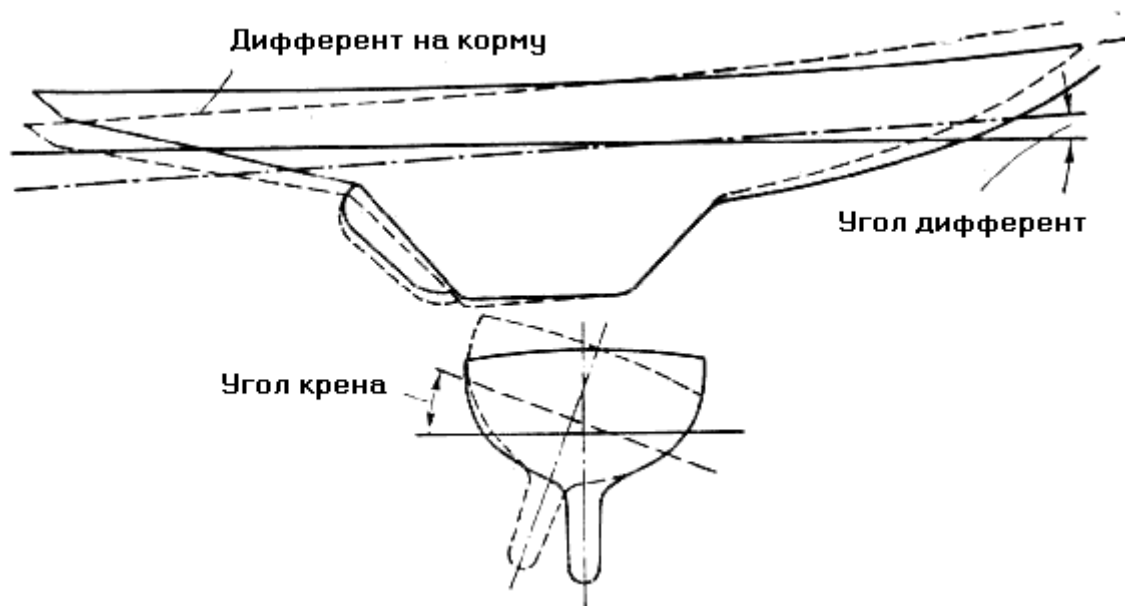

Рис. 77. Крен и дифферент
**Остойчивость.** Если судно сидит так, что его расчетная ватерлиния не параллельна действительной в продольном направлении (рис. 77), то говорят, что судно имеет дифферент на нос или корму. Дифферент обычно является следствием неверного расчета судна, или неправильного распределения грузов по длине судна, или, наконец, следствием затопления его кормовых или носовых отсеков.